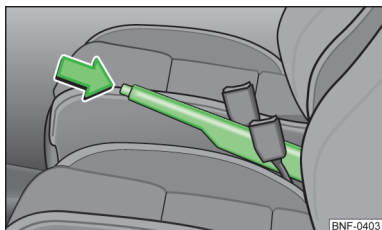

Fig. 79
- Træk håndbremsearmen lidt opad, og tryk **samtidig** låseknappen » Fig. 79 ind.